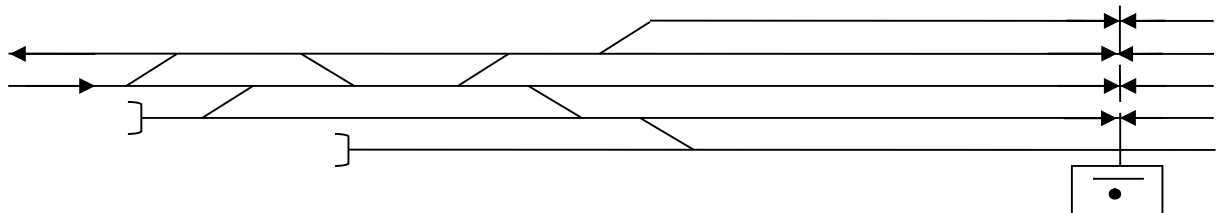

Рисунок 9
9. На схематическом плане нечетной горловины станции (рис. 9) пронумеруйте пути и стрелки, произведите расстановку изолирующих стыков, входных, выходных и маневровых светофоров. Составьте таблицу маневровых маршрутов.